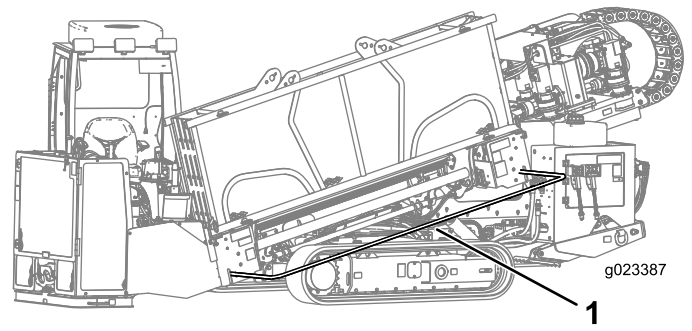

Figura 38
4. Baje la barra de seguridad peatonal y sujétela (Figura 38).